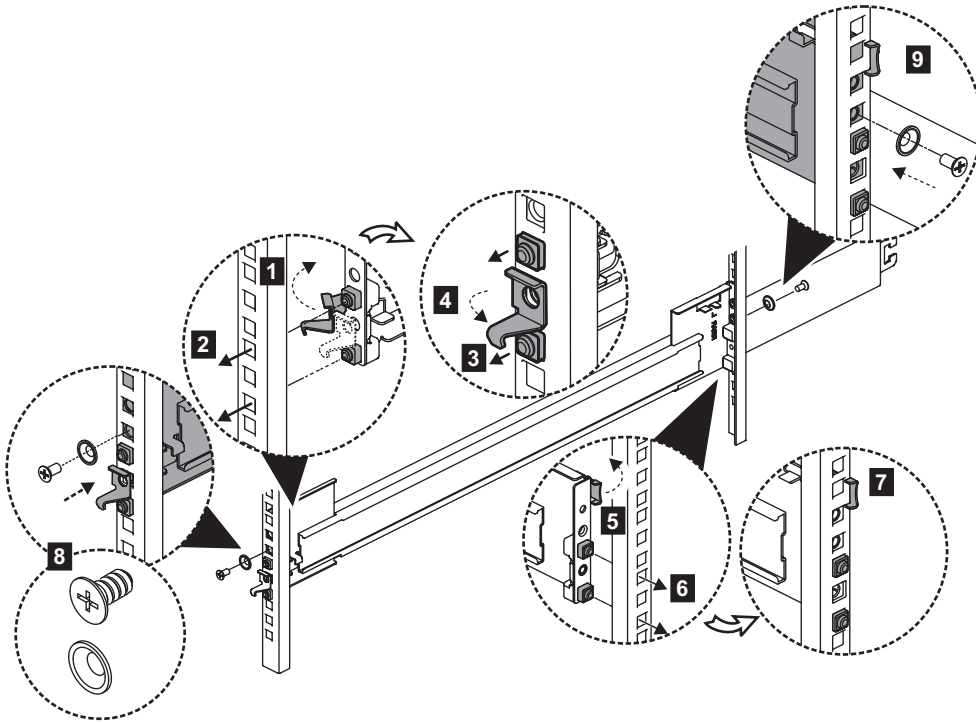

Abbildung 21. Halterung am Rahmen installieren
7. Bringen Sie das äußere Schienenteil am hinteren Rahmen an (siehe Abb. 21).